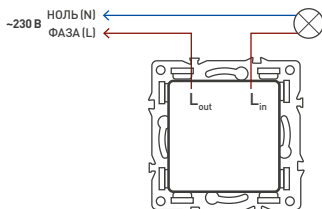

Рис. 1.
- 3.5. Подключите провода сетевого питания AC 230 В к контактам светорегулятора в соответствии со схемой (рис. 1): L (фаза) — коричневый, N (нейтраль) — синий.